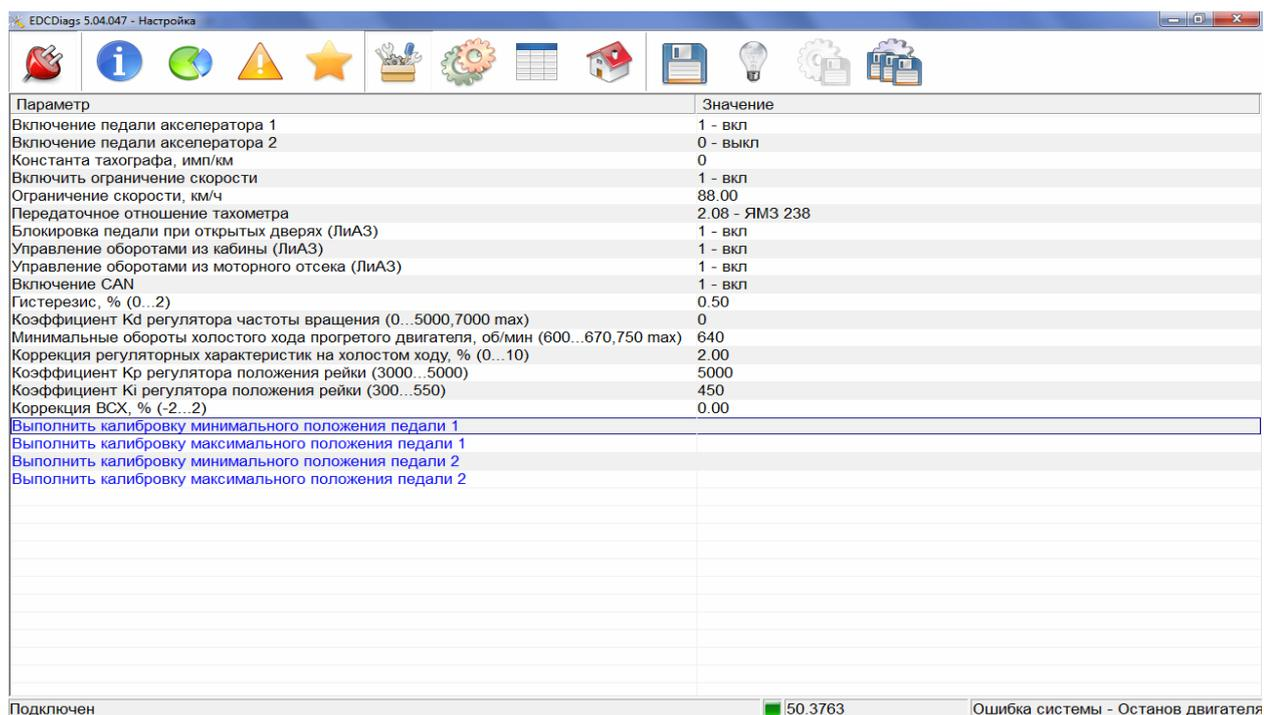

Рис. 3.8
3.8.1. Выбрать вкладку «Настройка»  (Рис. 3.8). Отображаемые параметры соответствуют значениям, которые сохранены в блоке управления.
3.9.1. Выбрать вкладку «Настройка»  (Рис. 3.8).